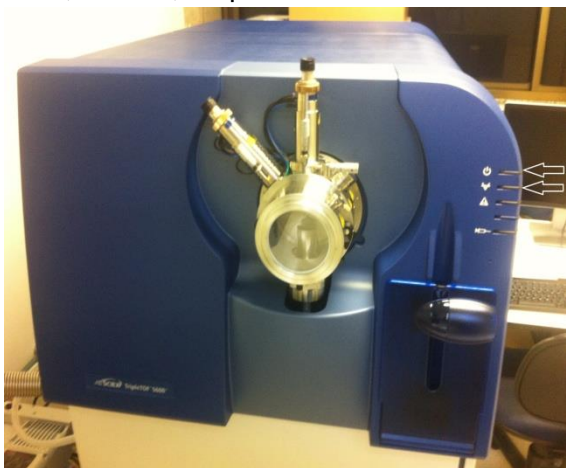

Figura 4. Vista Frontal do Espectrômetro de Massas
- 2.12. Verifique os seguintes parâmetros: *Q1 Vacuum Gauge* e *TOF Vacuum Gauge*, ambos devem apresentar valores menores do que dois ( $< 2$ ). Isso indica que o equipamento já possui o vácuo necessário para sua utilização (duas luzes indicativas no painel acesas, Figura 4). Idealmente, estes valores devem estar em aproximadamente  $0,30 \times 10^{-6}$  e  $0,23 \times 10^{-5}$ , respectivamente.